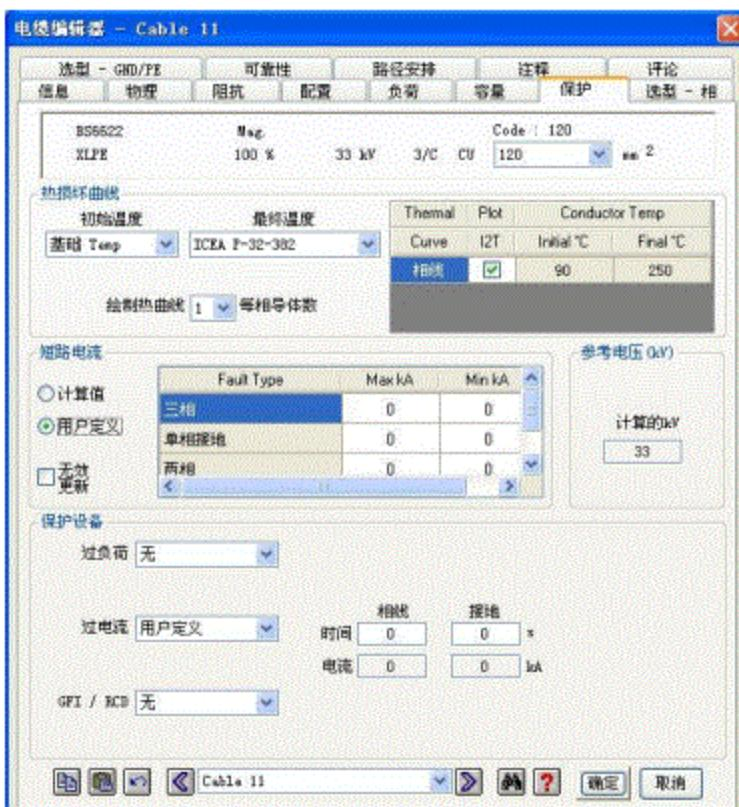

图3-5 电缆编辑器的“选型-相”属性页——根据短路选定尺寸
(1) 在电缆编辑器-Cable1→“选型-相”属性页→“约束条件”对话框，选定“短路”，并填写：最大短路电流=27.24 kA，时间=0.6秒。短路前电缆的工作温度 $T_c=90^\circ\text{C}$ ，可以在电缆编辑器的“容量”属性页修改此值。ETAP 软件自动给出：电缆优化尺寸=150mm²，较小尺寸=120mm²，选定优化尺寸，如图 3-5 所示。
(2) 在电缆编辑器-Cable1→“保护”属性页→“短路电流”对话框，选定“用户定义”，填写 最大短路电流=27.24 kA。在“保护设备”对话框，“过电流”下拉条中选定“用户定义”，填写：时间=0.57 秒。